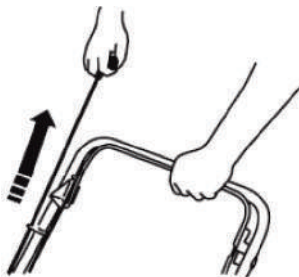

Рис. 13
3. Для ручного запуска: потяните за ручку стартера до ощутимого сопротивления, затем резко дерните за ручку стартера (Рис. 13). Двигатель запустится.
Для электрозапуска: нажмите на кнопку пуска «START» (Рис. 13а)
Рис. 13а